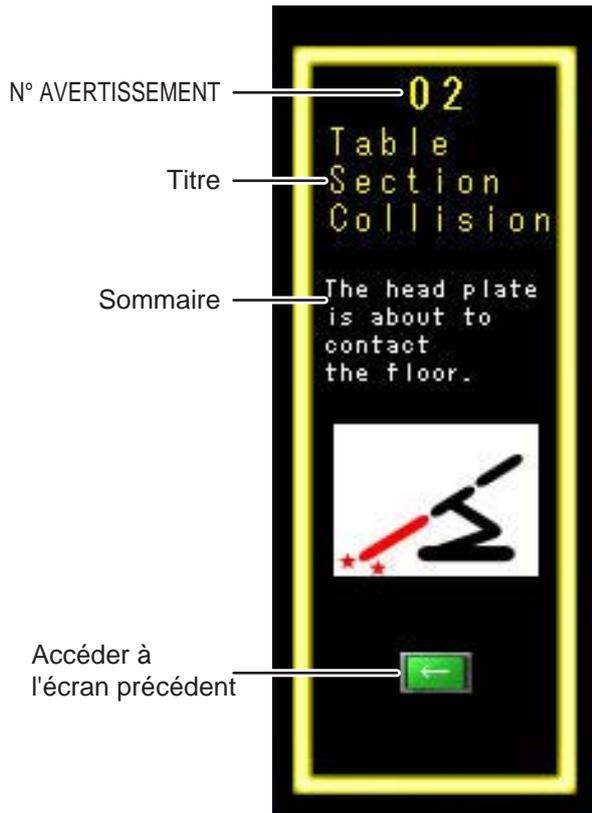

Fig. E-1
- Afin de prévenir tout dommage, la table d'opération peut s'arrêter en cours de fonctionnement ; un écran d'avertissement ou de mise en garde similaire à celui de la figure E-1 apparaît alors sur la console tactile. Pour connaître la procédure de reprise après arrêt de la table d'opération, reportez-vous à Page 75.